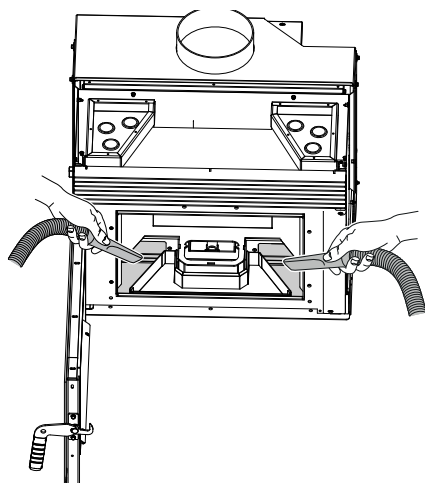

fig. 7.19
- G) Aspirer la cendre résiduelle (fig. 7.19).